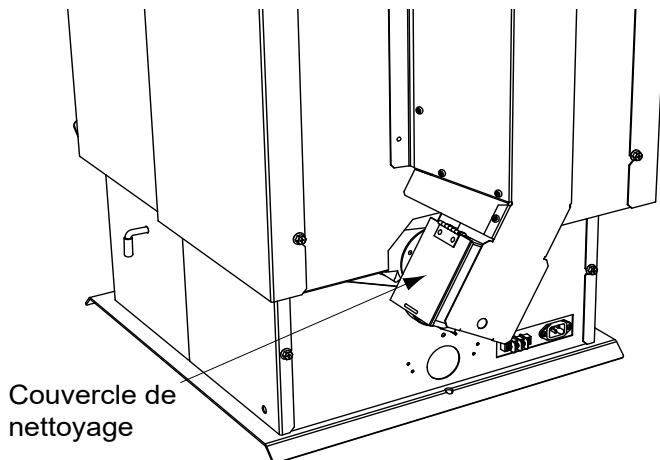

Figure 19.1
- b. Ouvrez le couvercle de nettoyage (**Figure 19.1**).